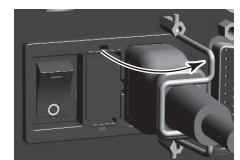

Abb. 11
- (3) Sichern Sie den Netzkabelstecker mit dem Netzkabel-Haken ⑫ (siehe Abb. 11).